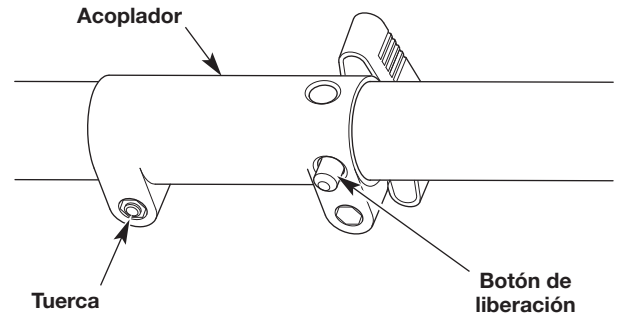

Fig. 4
NOTA: No ajuste demasiado la tuerca (Fig. 4).
2. Oprima y mantenga apretado el botón de liberación (Fig. 4).